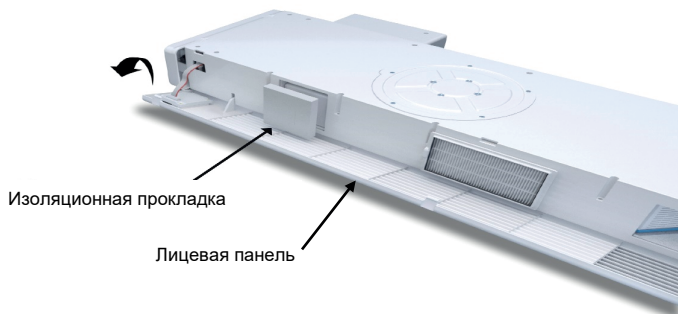

Рисунок 19 – Извлечение изолирующей прокладки.
- открыть переднюю панель, достать изоляционную прокладку (рисунок 19);